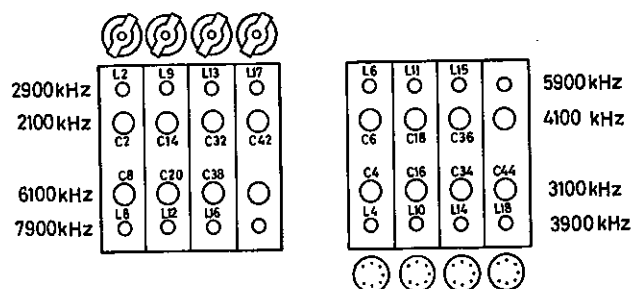

Bild 87. HF-enhetens trimpunkter
4. Justera avstämningseenhetens trimspolar och trimkondensatorer med ledning av nedanstående tabell samt bild 87 (se även bilderna 6 och 9). Insignalens nivå bör hållas så låg som möjligt. Ljudstyrkan ställs in för lämplig hörnivå. Såväl mottagarens som signalgenerators frekvens skall kalibreras med hjälp av mottagarens kalibreringsoscillator. Under trimningen skall insignalen vara modulerad (1000 Hz, 30 %).